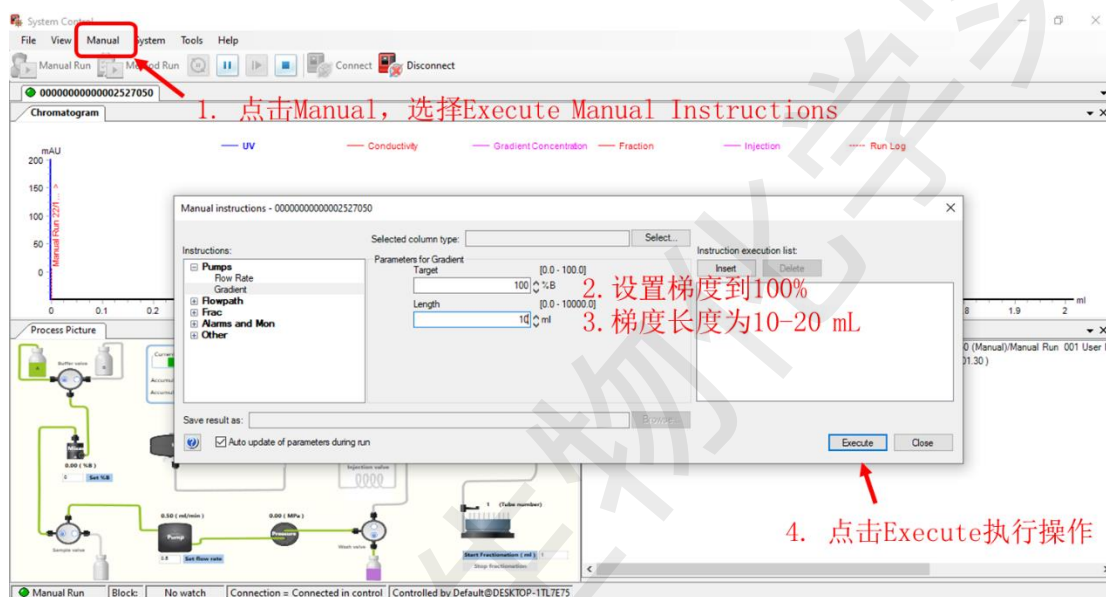

图 10 梯度洗脱
- 9) **确认流路状态是用 A 泵平衡层析柱**，在此条件下设置梯度洗脱（图 10）。在 Manual 菜单中选择第一项 Execute Manual Instructions，在 Pumps 的 Gradient 中设置洗脱条件。Target 设置为 **100%B**，即洗脱过程是 Buffer B 从 0%变为 100 %。本次实验 Length 设置为 **15 mL**，即完成梯度洗脱的溶液量为 15 mL。可提前开始收集，在确认收集器无异常后，点击 Execute 执行。此时可听到仪器阀门不停变换的声音，并可在图形界面 A、B 泵下方的混合器处看到 B 溶液百分比的变化。